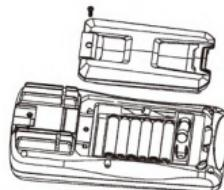

Figura 15
2. As etapas de operação para substituir a bateria ou o tubo de fusível (veja a Figura 15):